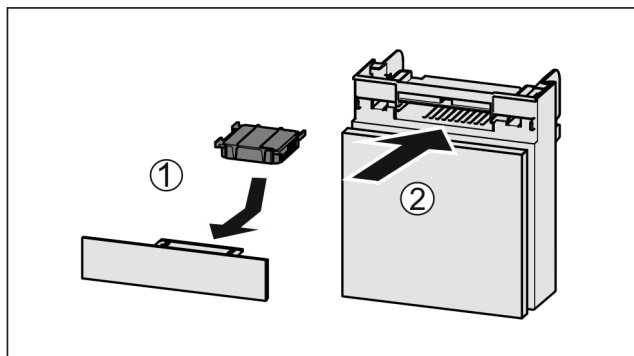

Fig. 60
- ▶ Anbring aktivkulfilteret som vis på billedet Fig. 60 (1).
- ▶ Skub rummet ind Fig. 60 (2).